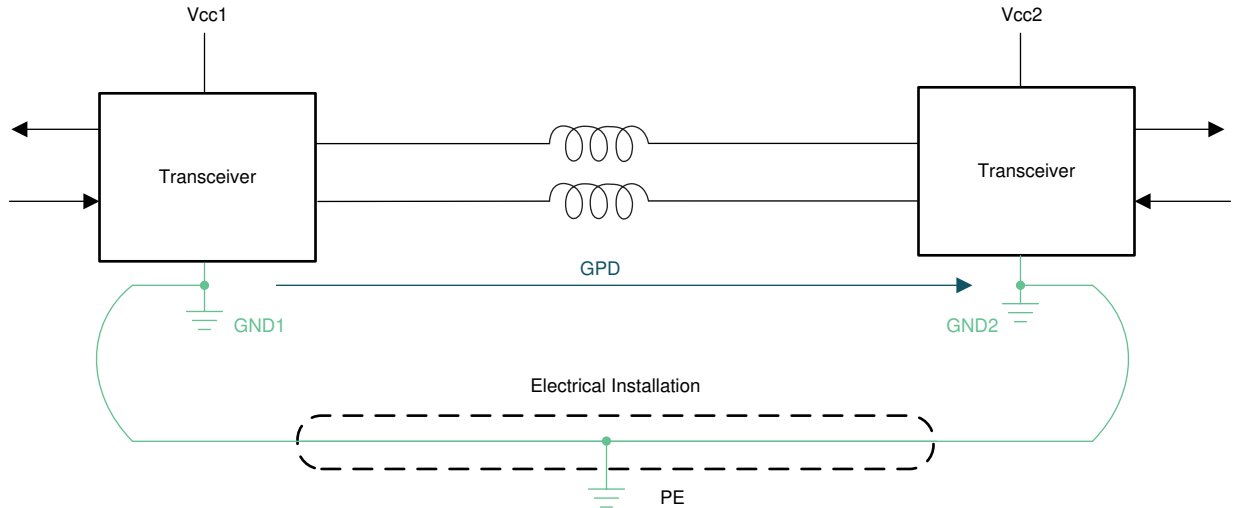

图 9-1. 两个收发器的接地
设计远程数据链路时，设计人员必须假定可能存在很大的接地电势差。这些电压作为共模噪声显示在发送器输出中。即使总叠加信号在接收器的输入共模范围内，本地接地也可能不是返回电流的可靠路径。换句话说，多节点网络中的节点具有隔离本地接地，这些接地通过一些高阻抗路径连接（图 9-1）。为了帮助创建更强的电流返回路径，一种简单的方法是通过第三根导线或电缆的屏蔽层将所有收发器接地连接到相同的电位。如果此方法对系统来说不实用，那么可以使用电容器和 $10\text{M}\Omega$ 等大电阻器将收发器接地端与保护性接地端 (PE) 连接起来。目的是通过 PE 创建高频电流路径，而有效性取决于应用环境。